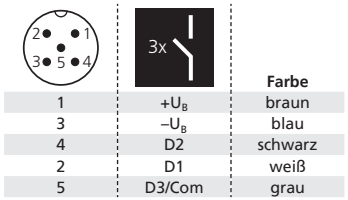

Bild 1: Pinbelegung mit Sicht auf den Sensorstecker und Farbkodierung der microsonic-Anschlusskabel
- Anschlusskabel an den M12-Gerätete-stecker anschließen, vgl. Bild 1.